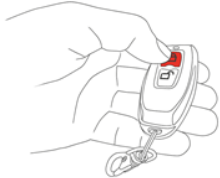
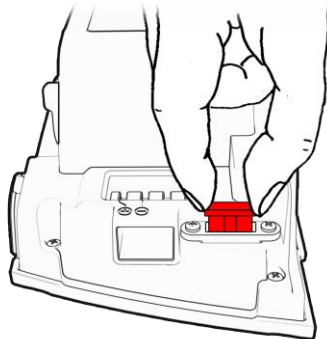

Figure 63 ATTO SPORT & ATTO SPORT MAX **Lock** button
Figure 67 Replacing a blown fuse
- Ziehen Sie die Sicherung heraus. Untersuchen Sie die Sicherung, um festzustellen, ob sie durchgebrannt ist. Eine durchgebrannte Sicherung hat eine Lücke im Draht. Wenn sie durchgebrannt ist (siehe Abbildung 63), ersetzen Sie sie durch einen neuen Sicherungsflügel Typ ATO oder ATC, grün (30A). Setzen Sie die neue Sicherung ein und bringen Sie die Kunststoffabdeckung wieder an. (Abbildung 67).